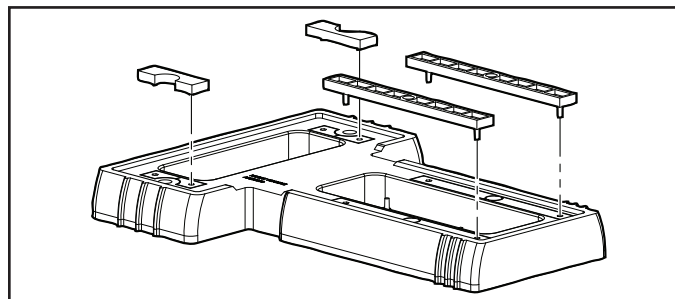

Figure 7. Enclencher les entretoises en place
- Aligner les broches des quatre entretoises avec les trous de la base. Enclencher les entretoises en place. Se reporter à la Figure 7.